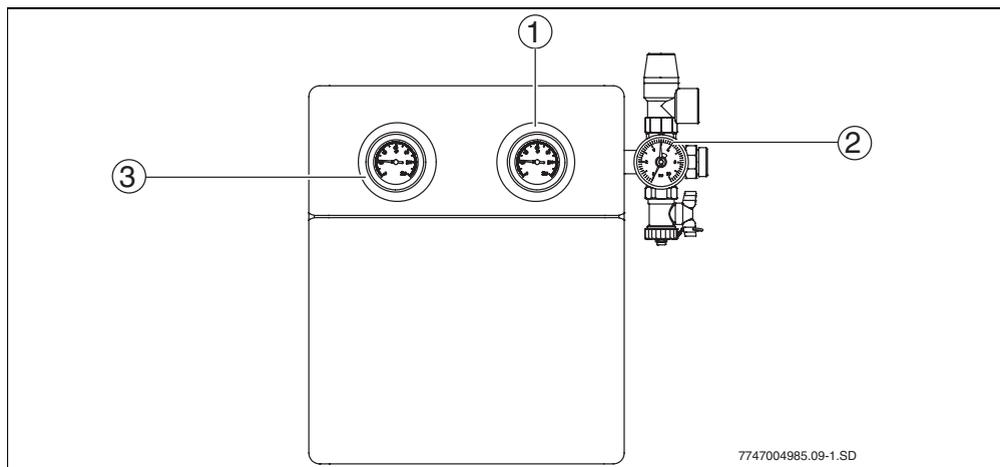

Bild 3 Solarstation
- Thermometer (→ Bild 3, Pos. 1 und 3): Die eingebauten Thermometer zeigen die Temperaturen des solaren Rücklaufs (blau) und Vorlaufs (rot) an.
- Manometer (→ Bild 3, Pos. 2) und Sicherheitsventil: Das Manometer zeigt den Betriebsdruck an. Das darüber befindliche Sicherheitsventil öffnet sich und die Solarflüssigkeit wird über die Abblaseleitung abgeblasen, wenn der Anlagendruck 6 bar übersteigt.